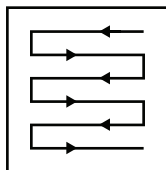

Fig. 17
5. Tondre en suivant des rangées qui se chevauchent légèrement. Le modèle le plus efficace pour tondre les pelouses est la ligne droite parallèle à l'une des bordures. Cela permet de tondre la pelouse en rangées régulières et garantit qu'aucun endroit de la pelouse n'a été oublié (Fig. 17).
8. Vider le bac de ramassage (8) régulièrement.